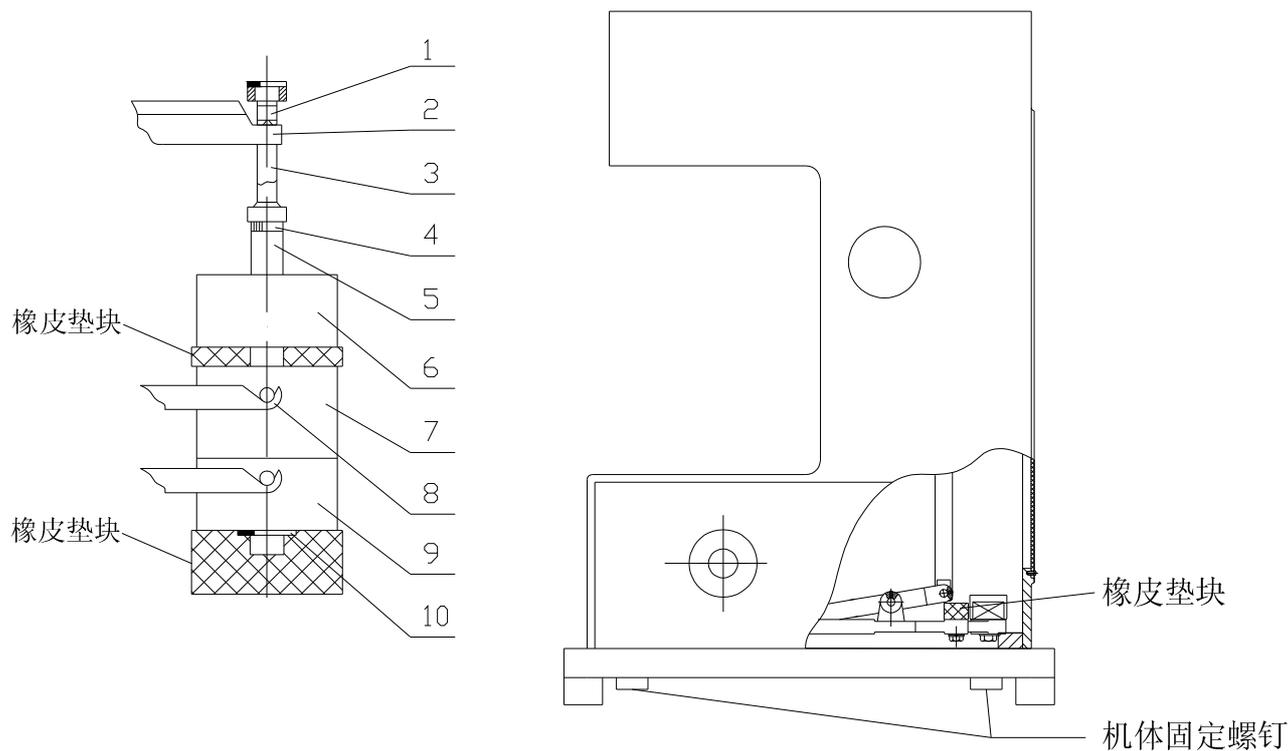
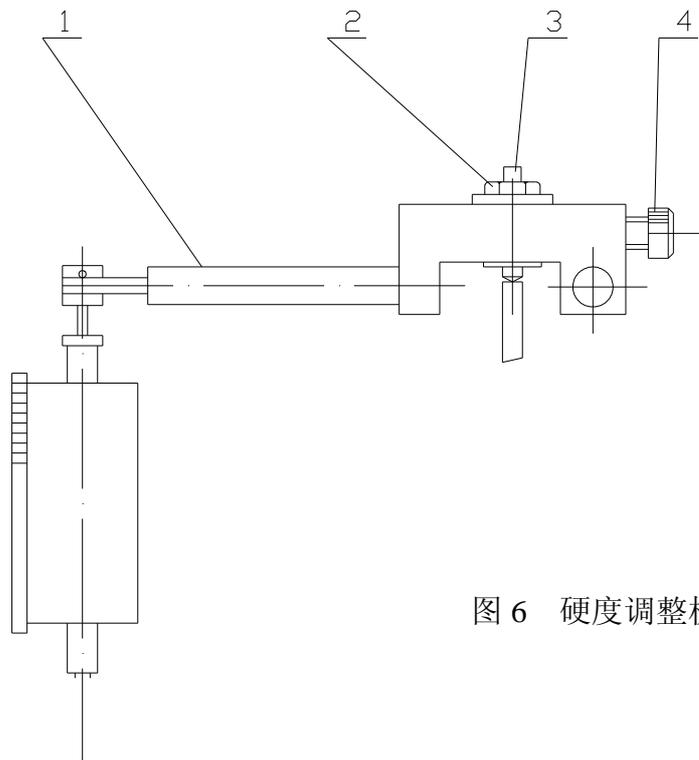

图 4 砝码机构及垫块和机体螺钉示意图
图 6 硬度调整机构
3.1.2 硬度计放置妥当后，先将机体固定螺钉拆除，再旋出 4 只上盖螺钉（5），用吸钩按在上盖，然后取出上盖（6），将机体内扣住测量杠杆（1）上的橡皮筋解去（图 6），以及主杠杆（2）尾部的扎带（图 4），及时盖上上盖防止灰尘入内。逆时针转动旋轮(1)，取出升降丝杆上垫块，从升降丝杆上拔出其最上面的保护罩（2），取下另外 2 只保护罩，将升降丝杆上的防锈油擦尽，涂上少量薄质机油润滑。然后安装好保护罩，放上试台（3）。最后打开后盖（8），将固定活动部件的白纱带以及砝码（6）（9）和连杆部分下面的橡皮垫块去除（图 4）。
4.3 硬度示值精度调整（图 6）
砝码未安装到位	按图 4 重新安装砝码